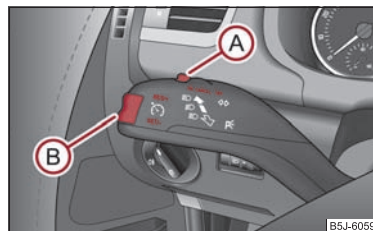

Abb. 97 Bedienungshebel: Wippe und Schalter der Geschwindigkeitsregelanlage
- Drücken Sie den Schalter **A** ⇒ Abb. 97 in die Stellung **ON**.
- Die gespeicherte Geschwindigkeit können Sie ohne Betätigung des Gaspedals durch Drücken der Wippe **(B)** ⇒ Seite 96, Abb. 97 in die Position **RES+ erhöhen**.
Die **Wiederaufnahme** der gespeicherten Geschwindigkeit erfolgt nach Loslassen des Brems- oder Kupplungspedals, bei Fahrzeugen mit automatischem Getriebe nur nach Loslassen des Bremspedals, und nach kurzem Drücken der Wippe **(B)** ⇒ Seite 96, Abb. 97 in die Position **RES+**.
- Drücken Sie den Schalter **(A)** ⇒ Seite 96, Abb. 97 nach rechts in die Stellung **OFF**. ■